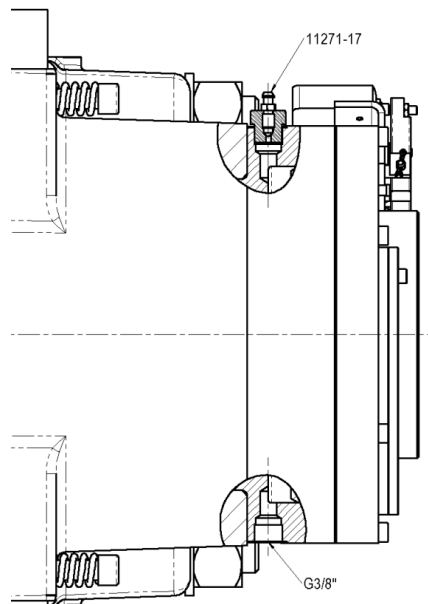

Bild 2.5
Bei anderen Einbaustellungen müssen das Gehäuse ausgerichtet werden: die Entlüftungsschraube 11271-17 oben Bild 2.5 und die Verschlussschraube unten Bild 2.5 müssen sich in einer senkrechten Ebene $\pm 30^\circ$ gegenüberliegen. Für weitere Informationen wenden Sie sich bitte an RINGSPANN.
1. Schließen Sie die Entlüftungsschraube 11271-17 an einen flexiblen Schlauch mit Innen-Ø 6 mm an und führen Sie das Ende des Schlauches in einen Behälter ein Bild 2.5.